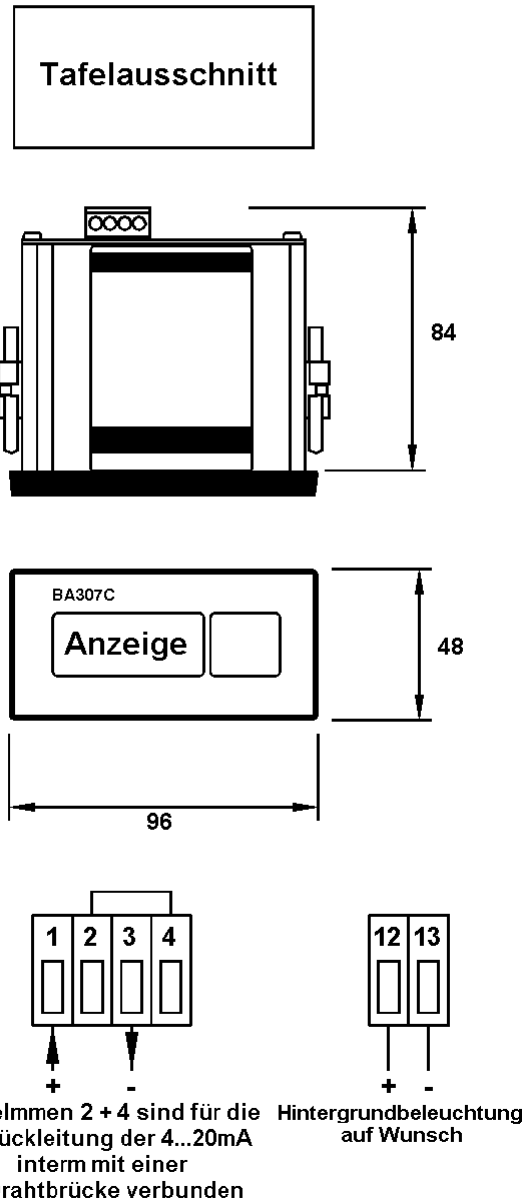
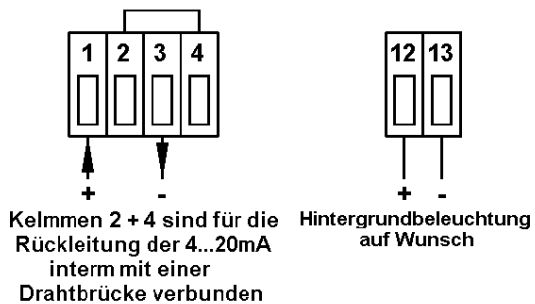

Bild 4A
Bild: 4B
Bild 4A und Bild 4B zeigen die Außenmaße und die Größe des erforderlichen Ausschnitts beider Geräte.
- Der Anschluss der Geräte erfolgt über die an der Rückseite befindlichen Klemmen wie auf Bild 4A und 4B dargestellt. Um die Installation zu vereinfachen, können die Anschlussklemmen der Geräte entfernt werden und die Verdrahtung kann ohne Geräte vorgenommen werden. Danach erfolgt der Schalttafeleinbau.